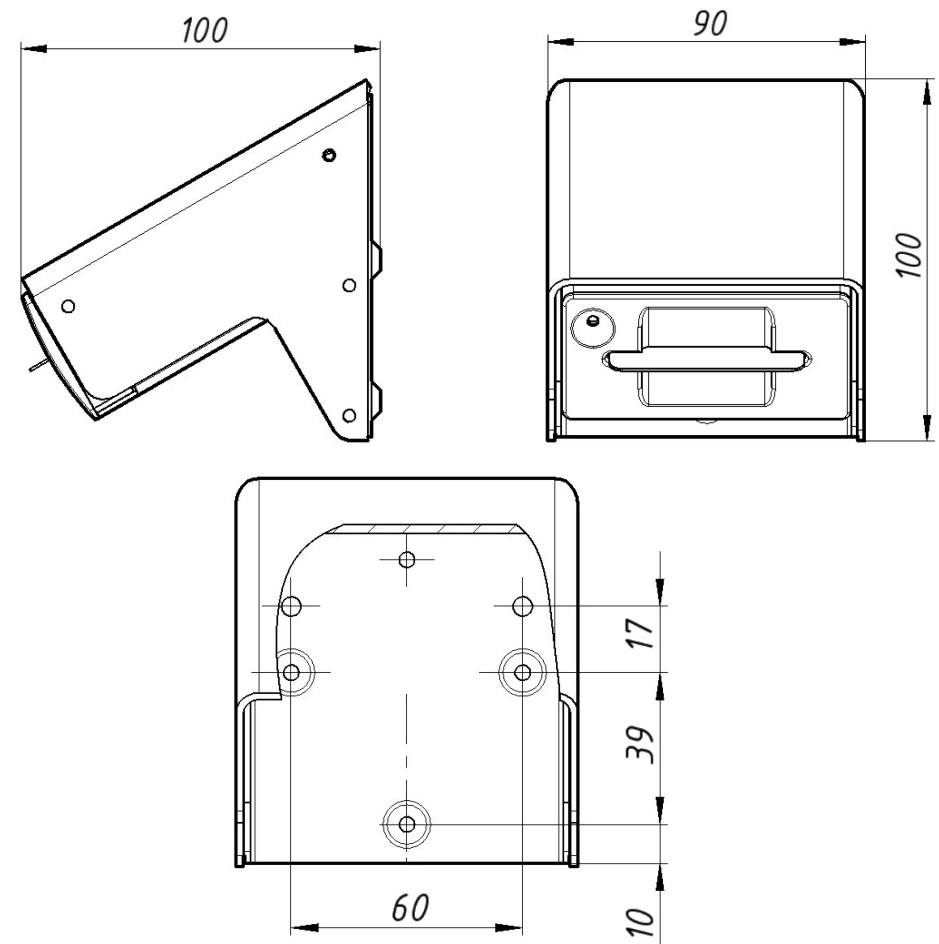

Рис. 2. Габаритные и установочные размеры считывателя при установке на кронштейн для «накладного» крепления.
1. Подготовить место на стене, просверлив три отверстия 6x30 мм под дюбели и одно сквозное отверстие 6-10 мм под кабель (см. рис. 2).